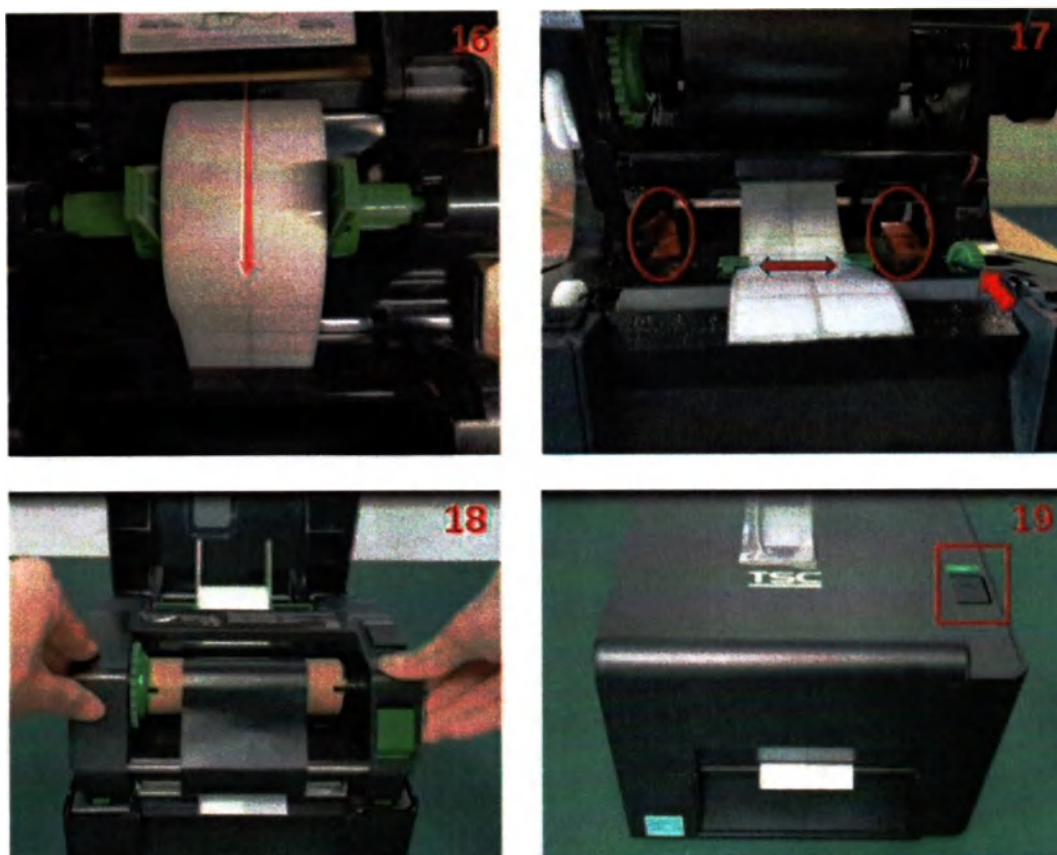

Рисунок 55. Установка принтера (финал).
7. Конец бумаги с этикетками должен выступать сверху. Вытяните бумагу для наклеивания этикеток через нижнюю часть и закрепите ее, вращая ручку (Рисунок 55 п. 16).
8. Достаньте два кусочка, обведенных красным на Рисунке 55 п. 17. Закройте печатающую головку и крышку принтера (Рисунок 55 п. 18). Подключите источник питания и включите принтер. Дождитесь, пока индикатор загорится зеленым, и нажмите кнопку, чтобы извлечь этикетку (Рисунок 55 п. 19)